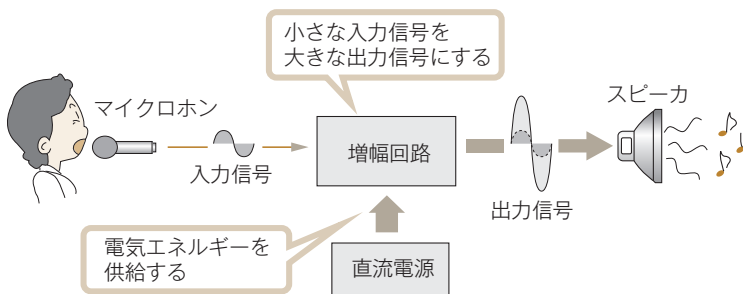

図9 増幅の原理
増幅②とは、小さな入力信号を大きな出力信号にすることをいう。図9では、マイクロホンの小さな信号を増幅回路で増幅して、スピーカを鳴らしている。スピーカを鳴らしているエネルギーのほとんどは直流電源なので、入力信号で直流電源が制御されたことになる。